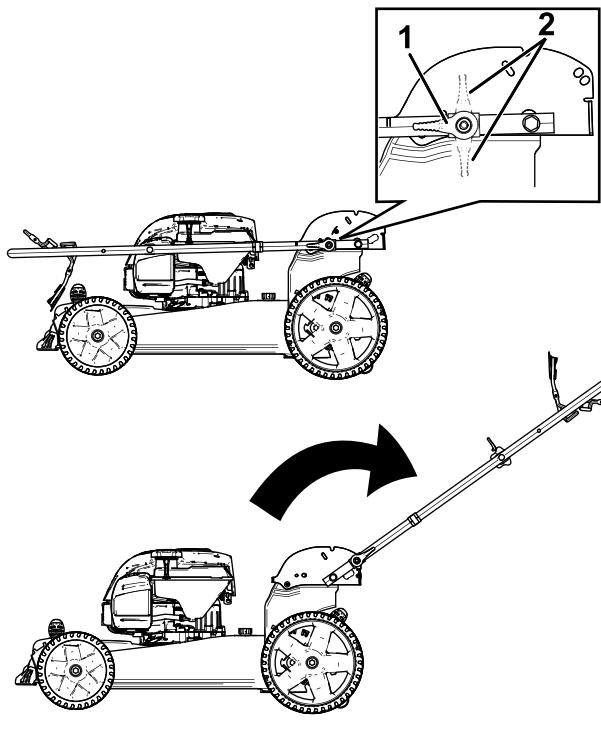

Figura 3
1. Mueva el manillar hacia atrás a la posición de operación (Figura 3).